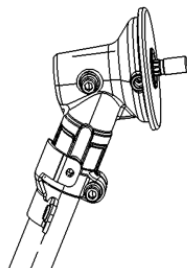
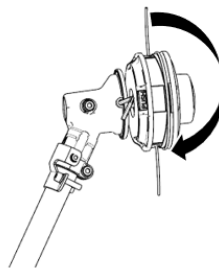

Fig.4
Fig.5
2. Rode o veio de transmissão até ver um orifício no interior da lateral da caixa de velocidades (Fig. 4), coloque a chave Allen nº 1 dentro do orifício interior e rode a cabeça do corta-relva sobre o veio de transmissão no sentido contrário ao dos ponteiros do relógio até que esteja suficientemente apertado . (Fig. 5)